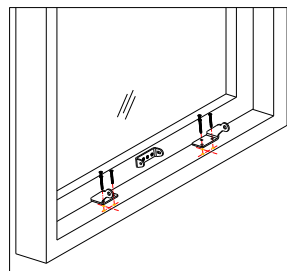

图3
- 根据链条固定架的位置确定出安装支架的位置，链条与开窗器要保持垂直，每个安装支架分别用 3 个 $\phi 5*12\text{mm}$ 圆头自攻螺钉固定，如图 3；